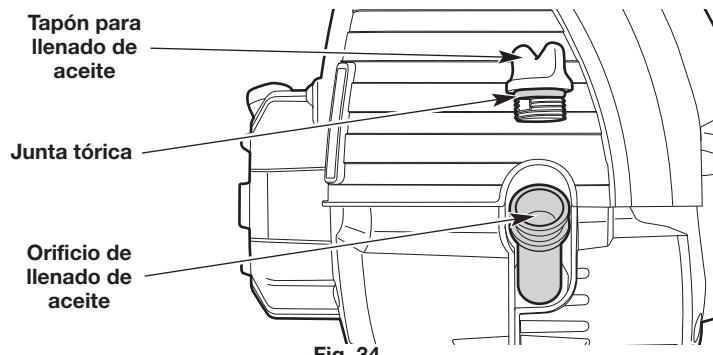

Fig. 34
3. Limpie la zona que rodea el tapón de llenado de aceite (Fig. 34) a fin de evitar que ingresen residuos en el orificio de carga de aceite (Fig. 34).
7. Compruebe que la junta tórica esté en su lugar en el tapón de llenado de aceite (Fig. 34).
1. Limpie la zona que rodea el tapón de llenado de aceite (Fig. 34) a fin de evitar que ingresen residuos en el orificio de carga de aceite.
5. Vierta 2.37 onzas líquidas (70 ml) de aceite SAE 30 dentro del orificio de llenado de aceite (Fig. 34).